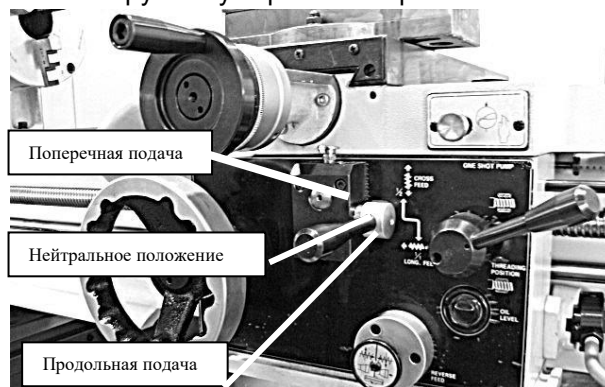

Рис. 49. Положения рукоятки управления подачей
3. Используйте рукоятку управления подачей на передней стороне салазок для включения автоматической подачи либо каретки, либо поперечного суппорта (см. рисунок 49). Для включения каретки, нажмите рукоятку влево и вниз. Для включения поперечного суппорта, нажмите рукоятку вправо и вверх.